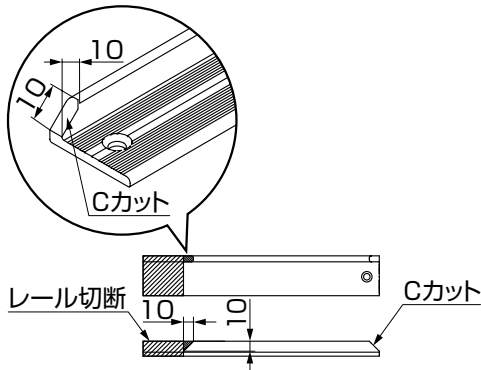
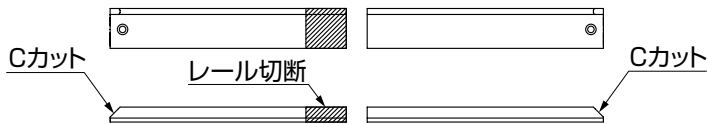
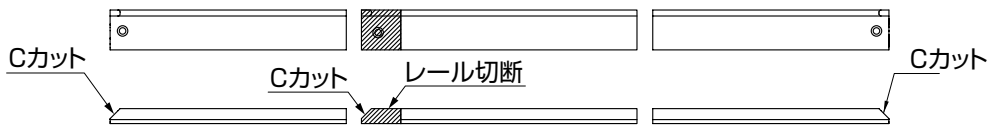

図9-9 レールにつなぎ目が無い場合
図9-10 レールを2本つなぎにする場合
図9-11 レールを3本つなぎにする場合
- ② 切断するサイドレールがどのタイプか図9-9、図9-10、図9-11で選択してください。
- ③ 表9-2、表9-3、表9-4の切断寸法を参考にサイドレールを切断してください。
- サイドレールにつなぎ目がない場合、Cカットが無い側を切断し、切断部側に現場でCカットの加工をしてください。(図9-9参照)
- レールを2本つなぎにする場合Cカットが無い側を切断し、Cカットが無い側どうしを合わせてください。(図9-10参照)
- レールを3本つなぎにする場合Cカットが有る側を切断し、そのレールを中央にし、Cカットが両端にくるようにし、3本を合わせてください。(図9-11参照)
- サイドレールはCカットが両端になるようにしてください。(図9-9、図9-10、図9-11参照)